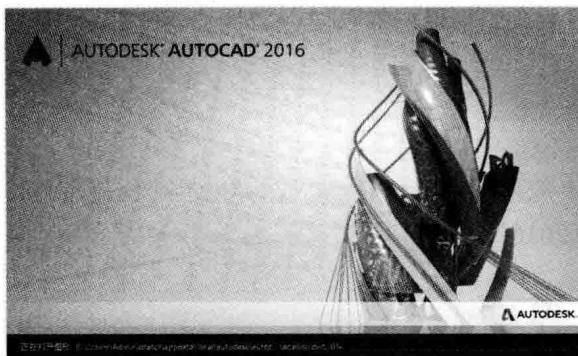

图 1-3 程序启动界面
**步骤 01** 双击桌面上的 AutoCAD 2016 程序图标，弹出 AutoCAD 2016 程序启动界面，显示程序启动信息，如图 1-3 所示。